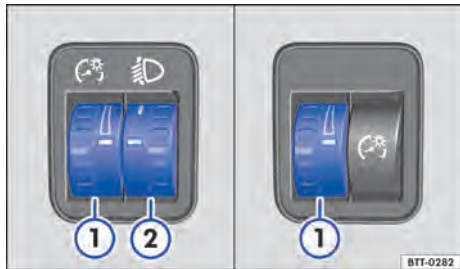

Fig. 84 Ao lado do volante: regulador da iluminação dos instrumentos e dos interruptores (1), assim como regulagem de alcance do farol (2).
① Iluminação dos instrumentos e dos interruptores
A luminosidade da iluminação dos instrumentos e dos interruptores pode ser regulada sem escalonamento girando o regulador ⇒ Fig. 84 ①.
② Regulagem de alcance do farol